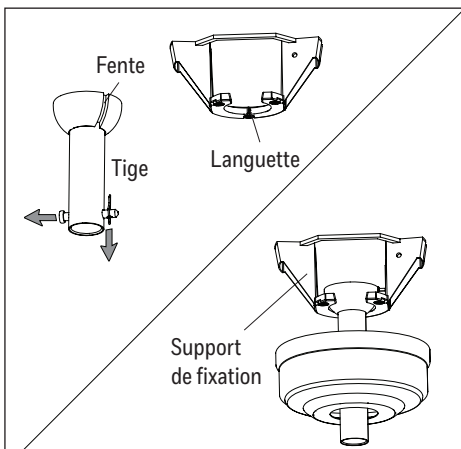

Figure 3.4
4. Insérez l'extrémité sphérique de la tige dans l'ouverture du support de fixation. Faites tourner le ventilateur dans le support de fixation jusqu'à ce qu'une fente de l'extrémité sphérique de la tige s'insère dans la languette du support de fixation (Figure 3.4). **AVERTISSEMENT :** S'ils sont bien installés, le ventilateur et la tige ne devraient pas tourner dans le support de fixation. Si la fente n'est pas alignée sur la languette, le ventilateur risque de tomber, ce qui pourrait entraîner des blessures graves ou la mort.